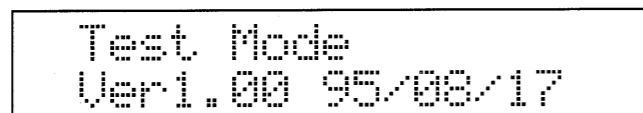

fig.1/図1
- (1) Turn on power.
- (2) Pressing down [USER/PRESET], press [+] to enter the ROM PLAY mode.
- (3) Pressing down [VARIATION], press [SEQ CTRL].
- (4) Now the unit is in the test mode and starts the memory test.
- (5) The LCD shows the initial screen (Fig. 1) which identifies the program version.
- (1) 電源を入れる。
- (2) [USER/PRESET]を押しながら[+]を押して、ROMPLAYモードに入る。
- (3) [VARIATION]を押しながら[SEQ CTRL]を押す。
- (4) テストモードに入り、メモリーテストが始まる。
- (5) その後、初期画面[図1]が表示される。このとき、LCDにプログラムのバージョンが表示される。